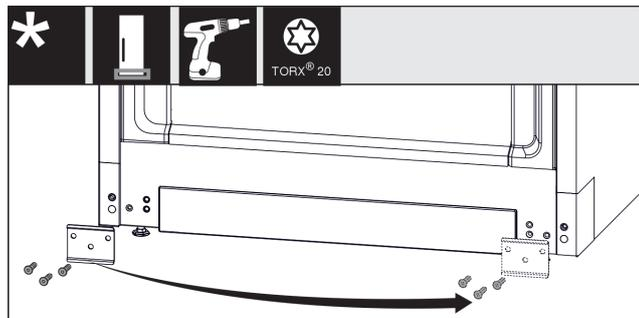

Fig. 13
- Desatornillar la chapa, colocarla en el otro lado y atornillarla de nuevo. Fig. 13 (1)